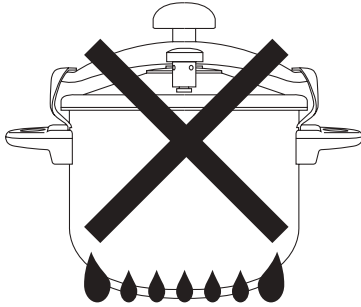

Fig.2a
- Respetar los niveles MAX y MIN. (Fig. 2a)
- Llenar el recipiente respetando el nivel MAX y MIN (Fig. 2a).